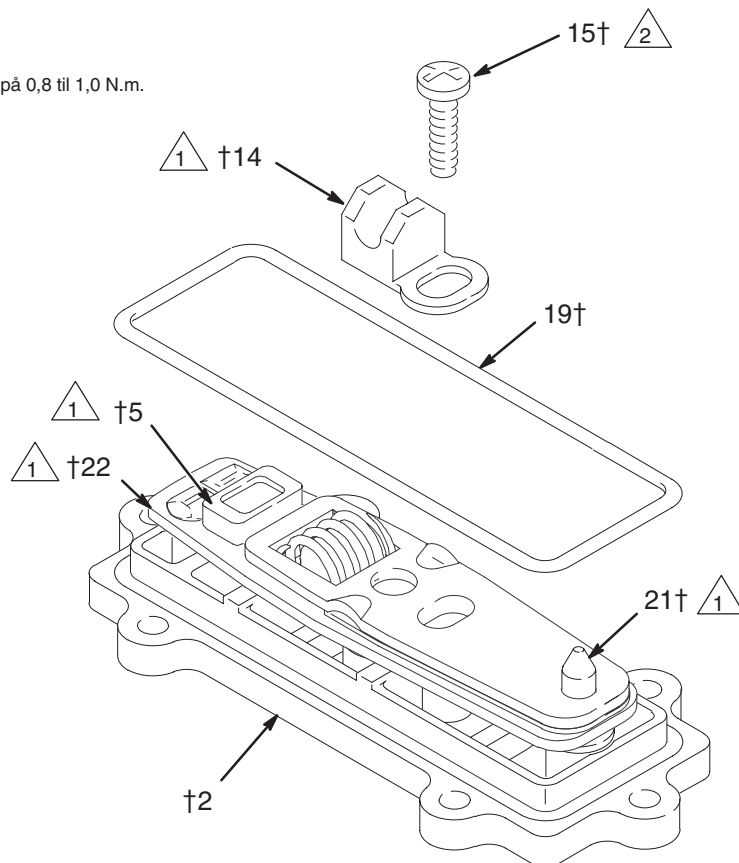

Fig. 14
8. Påfør fedt på de indvendige flader i skiftesadlen (14), og monter den som vist på Fig. 14. Hold forbindelsesenheden sikkert på plads, og sæt skruen (15) i. Tilspænd med et moment på 0,8 til 1,0 N.m. Monter O-ringen (19) på dækslet (2).